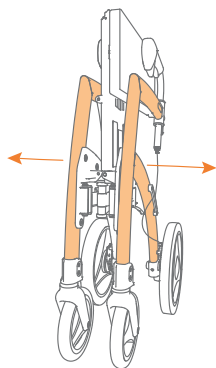

Figure 10: Déployez en tirant le cadre vers l'extérieur.
- a. Tirez les côtés du cadre du Rollz Motion Electric jusqu'à ce qu'ils soient presque complètement dépliés (**Figure 10**).